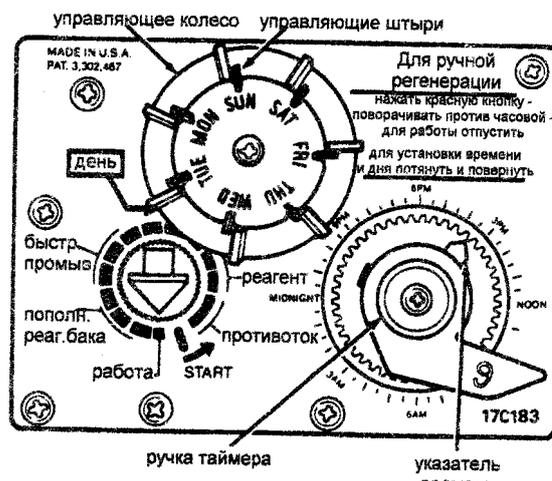

Рис.5
ПРИМЕЧАНИЕ: Последующие операции будут осуществляться посредством вращения ручки с указателем красного цвета (рис.5) и приведением ее в различные положения. Установите отвертку с широким шлицем в отверстие стрелки-указателя и сильно надавите. Придавлив переключателъ и держа в таком положении, вращайте его ПРОТИВ ЧАСОВОЙ СТРЕЛКИ до приведения стрелки в желаемую позицию.
4. Используя шлицевую отвертку отверните пробку 6 (см. рис.5).